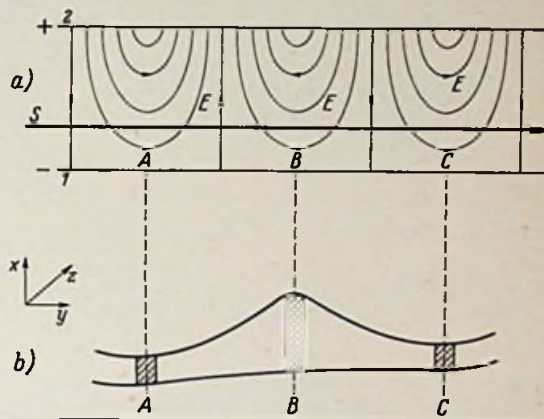

Bild 22. Schematische Darstellung der Elektronenbewegung in einer Wanderfeld-Magnetfeldröhre (nach Proceedings, Mai 1950; siehe Schrifttum)
b) Wirkungsweise (Bild 22)
des von der Verzögerungsleitung erzeugten Hf-Feldes (Feldlinien in Bild 22 eingezeichnet).